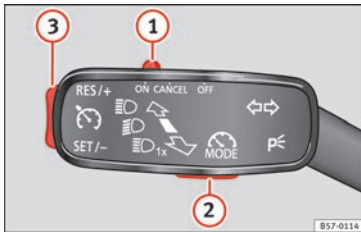

Abb. 182 Links von der Lenksäule: Hebel und Tasten zur Bedienung des Geschwindigkeitsbegrenzers.
Wenn Sie den Geschwindigkeitsbegrenzer – beispielsweise zum Überholen – vorübergehend deaktivieren möchten, bringen Sie den Schalter » Abb. 182 ① des Blinkerhebels in die Stellung **CANCEL** oder bringen Sie den dritten Hebel zum Druckpunkt **CANCEL** oder drücken Sie die Taste ② eines der beiden Hebel.